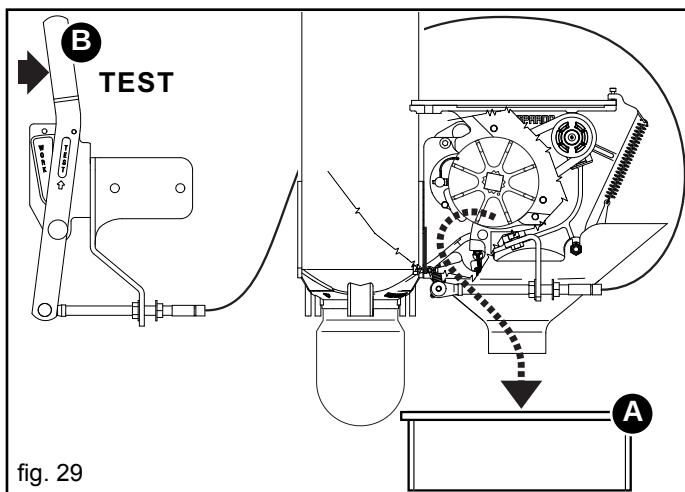

fig. 29
- 2) Sammelbehälter (A) unter den beiden Dosierern aufstellen und die Klappen zum Ablassen des Produkts öffnen (B, Abb. 29) ...«TEST»